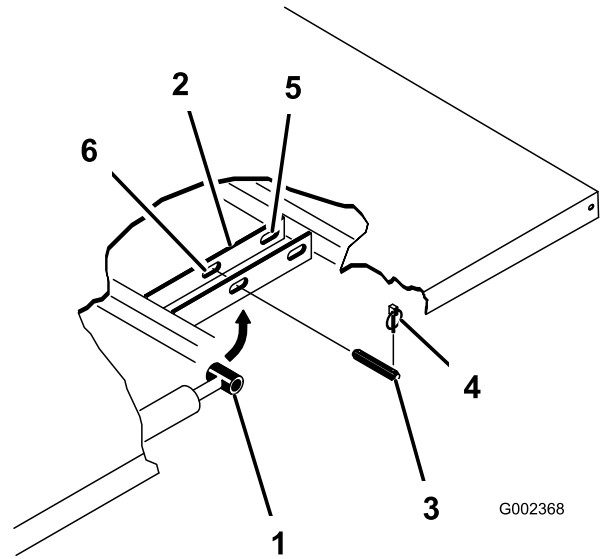

图 23
3. 从油缸杆柱销的外端取下保险销图 23。
4. 向内推动柱销卸下将油缸杆端固定到货斗安装板上的柱销图 23。
5. 卸下将枢轴支架固定到机架槽上的保险销和柱销图 23。